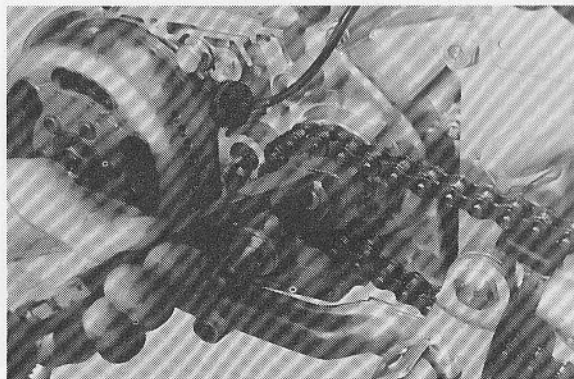

Fig. 3-1-19
- a. Bent down lock tab. (Fig. 3-1-19)
- a. Plier la languette de freinage. (Fig. 3-1-19)